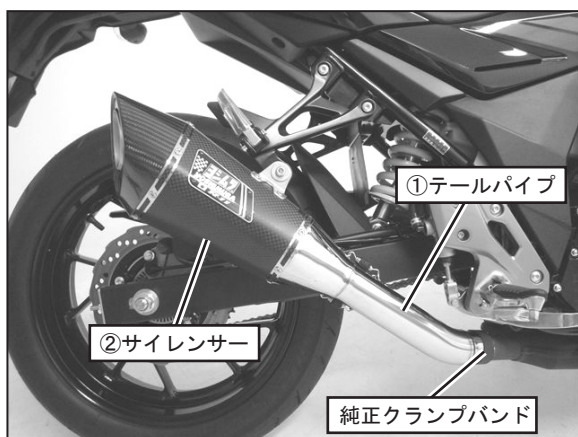

FIG. 6
7. ①テールパイプを車両に取り付け、クランプバンドを仮締めして下さい。(FIG. 6 参照)